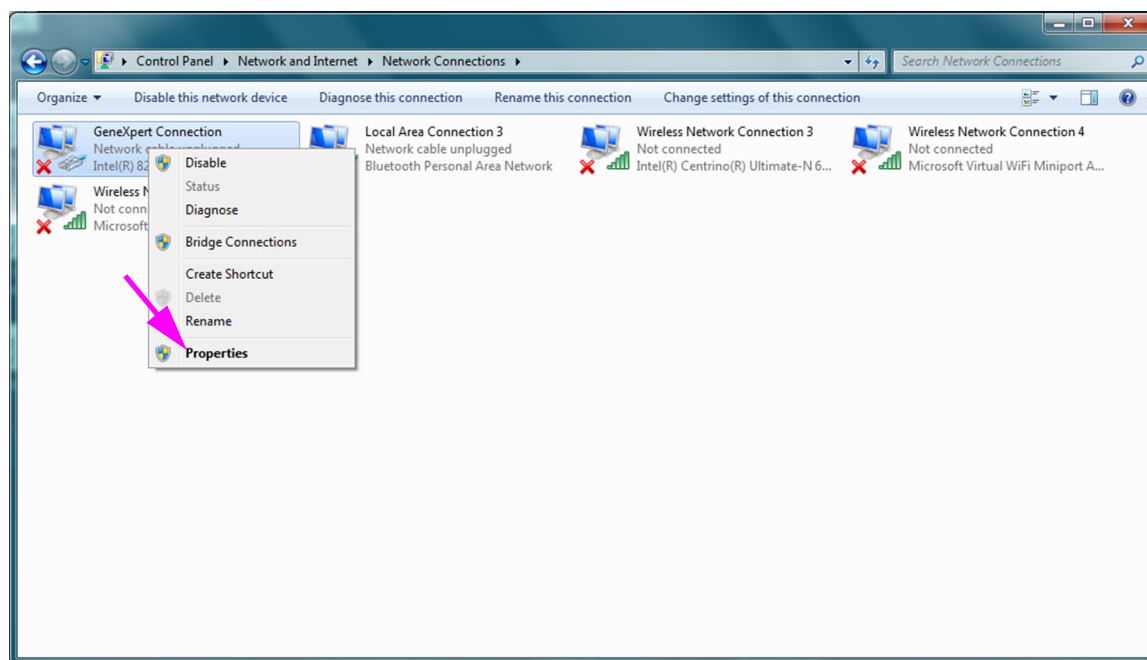

Figura 2-40. Pantalla Network Connections (Conexiones de red) con menú desplegable
6. Haga clic con el botón derecho en la opción **GeneXpert Connection (GeneXpert Connection)**. Aparece un menú desplegable. Consulte la figura 2-40).